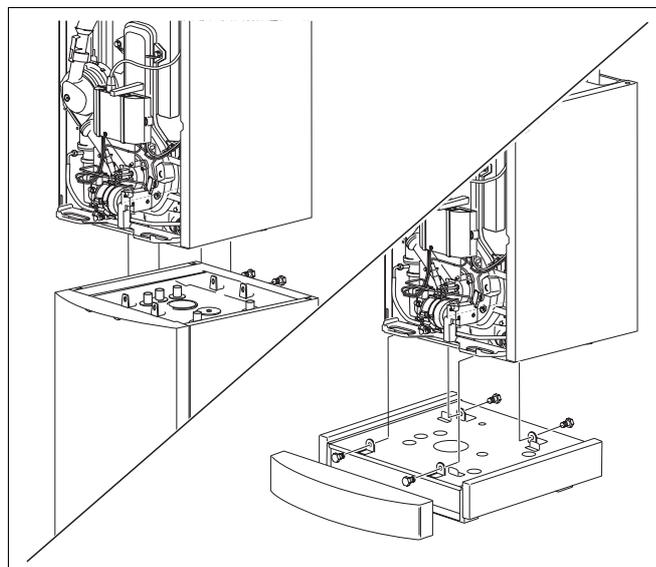

Fig. 20 Sollevare e installare la caldaia sull'accumulatore d'acqua calda o sullo zoccolo della caldaia
- Sollevare la caldaia sullo zoccolo o sull'accumulatore d'acqua calda (fig. 20).
- Collegare le traverse alle linguette delle lamiere di posa (fig. 20).